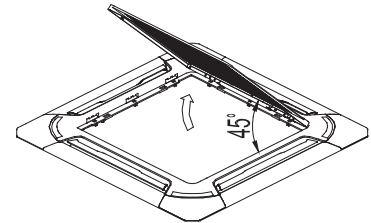

Fig.23
2. Levante la rejilla en un ángulo de 45 grados y retírela. (Fig.23)